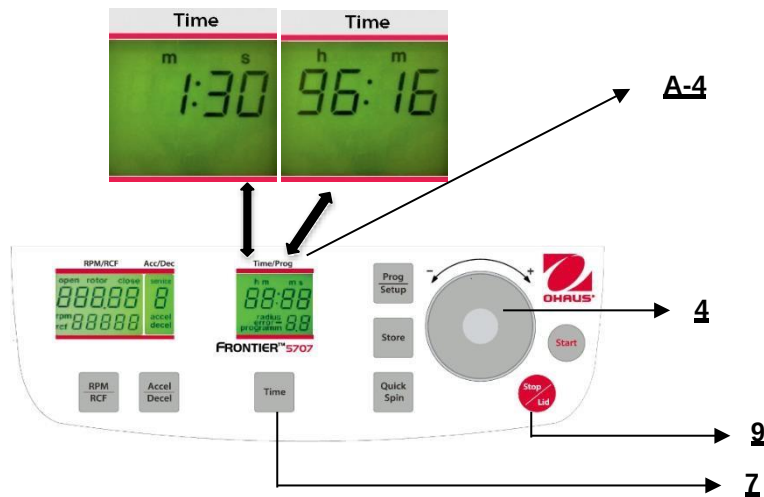

Abbildung. 17
3. Der ständige Betrieb **"cont"** kann mit der Taste **"Stop"**(9) unterbrochen werden. Die Betriebszeit kann vorab ausgewählt werden, während der Deckel offen oder geschlossen ist. Um die Einstellung der Betriebszeit einzustellen, drücken Sie die Taste **"Zeit"** (7). In der Anzeige **"Time"** (A-4) blinkt die Angabe **"m : s"** oder **"h : m"**, je nach vorheriger Einstellung. Um den gewünschten Wert einzustellen, benutzen Sie den Anpass Wählscheibe (4). Nachdem 59 min 50 sec überschritten werden, wechselt die Anzeige automatisch auf **"h : m"**. Nachdem 99 Stunden 59 Minuten erscheint das Wort **"cont"** in der Anzeige **"Time"** (A-4). Dieser dauerhafte Betrieb kann nur durch Drücken der Taste **"Stop"** (9) unterbrochen werden. Der Countdown beginnt so bald die eingestellte Geschwindigkeit erreicht ist. Die Anzeige zeigt immer die verbliebene Zeit. (Siehe Abbildung 17)
Alle mit Nummer gekennzeichneten Übergänge beziehen sich auf die Abbildung 17.